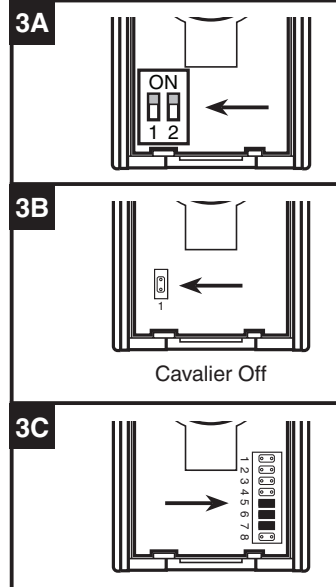

Figure 6
3. Observez l'intérieur du bouton-poussoir et choisissez quel type de bouton-poussoir sera branché au carillon (voir la Figure 6).